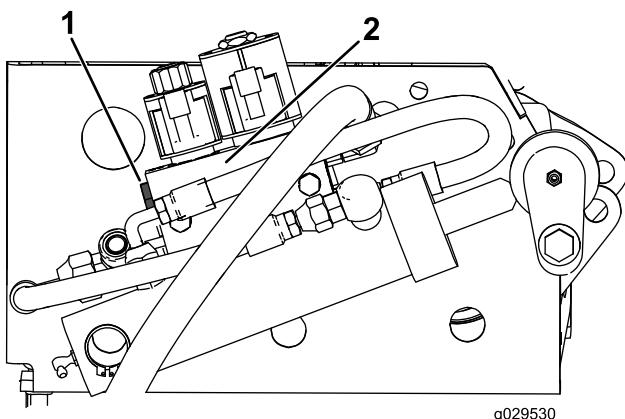

Рисунок 18
5. На правой раме найдите клапан подъема дески в сборе (Рисунок 18).
6. Снимите заглушку с левой стороны клапана в сборе (Рисунок 18).